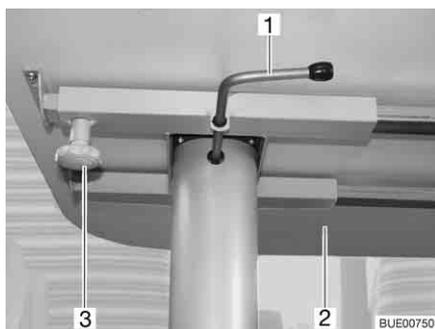

Fig. 63 Mesa elevadora, desplazable
- Aflojar el tornillo moleteado (Fig. 63,3).
- Desplazar a la posición deseada el tablero de la mesa (Fig. 63,2).
- Girar la palanca de bloqueo (Fig. 63,1) hacia la izquierda. El bloqueo del mecanismo de elevación está abierto.
- Presionar el tablero de la mesa (Fig. 63,2) por el centro hacia abajo hasta el tope y mantener presionado.
- Girar la palanca de bloqueo (Fig. 63,1) hacia la derecha (Fig. 63). El mecanismo de elevación está bloqueado.
- Girar la palanca de bloqueo (Fig. 63,1) hacia la izquierda. El bloqueo del mecanismo de elevación está abierto. El tablero de la mesa se desplaza hacia arriba hasta el tope.
- Girar la palanca de bloqueo hacia la derecha (Fig. 63). El mecanismo de elevación está bloqueado.